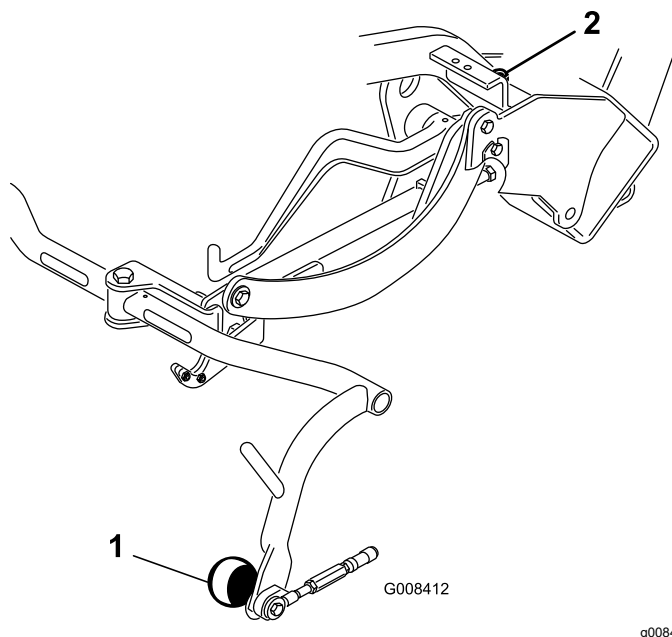

図 7
4. すき間の調整が必要な場合には、キャリアフレームのストップねじ 図 7 についているジャムナットをゆるめ、ストップねじの高さを変えてキャリアフ